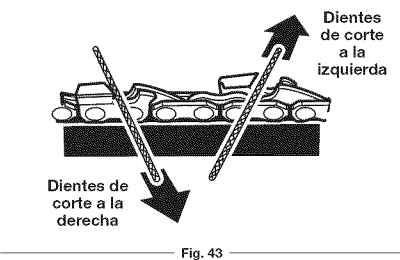

Fig. 43
- Aplique una cuantas pasadas firmes en cada diente. Lime todos los dientes de corte a mano izquierda en una dirección (Fig. 43). Muévase al otro lado entonces y lime los dientes de corte a la derecha, en dirección contraria (Fig. 43). De vez en cuando, quite las limallas de la escofina con un cepillo de alambre.